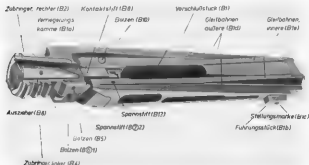

Abb. 6: Verschuß (B)
Der Verschuß (B) (Abb. 6) verriegelt die Patrone im Lauf des Gewehrs und macht, er bildet dabei die Zähne, die zum Führen und Einrasten der Patronen sowie zum Ausziehen der Hülse und bewerkstelligt Verbindung mit dem Auszieher (E 13) das Ausstoßen der Hülse.